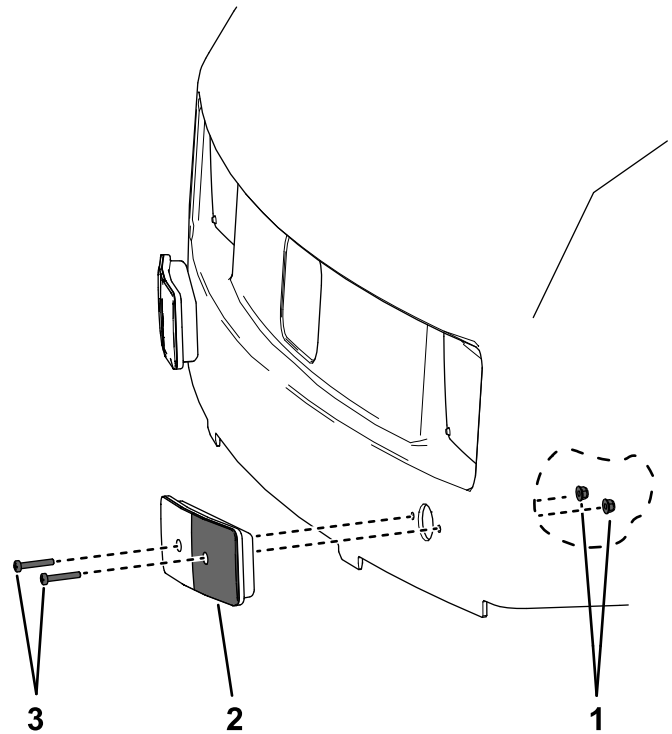

Figura 21
1. Remova os 4 parafusos de cabeça Phillips e porcas que fixam as luzes de sinalização de mudança de direção ao capot (Figura 21).